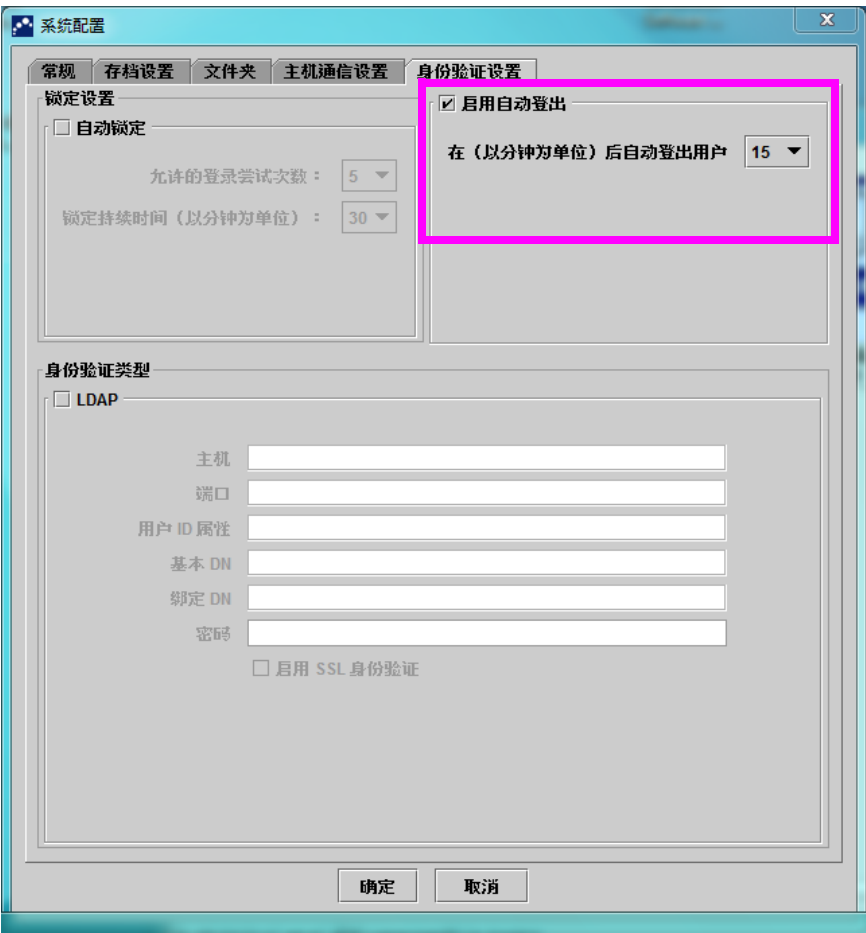

图 2-86. 为自动注销配置身份验证设置
2. 点击**身份验证设置**选项卡；身份验证设置信息随时显示。请参见图 2-86。